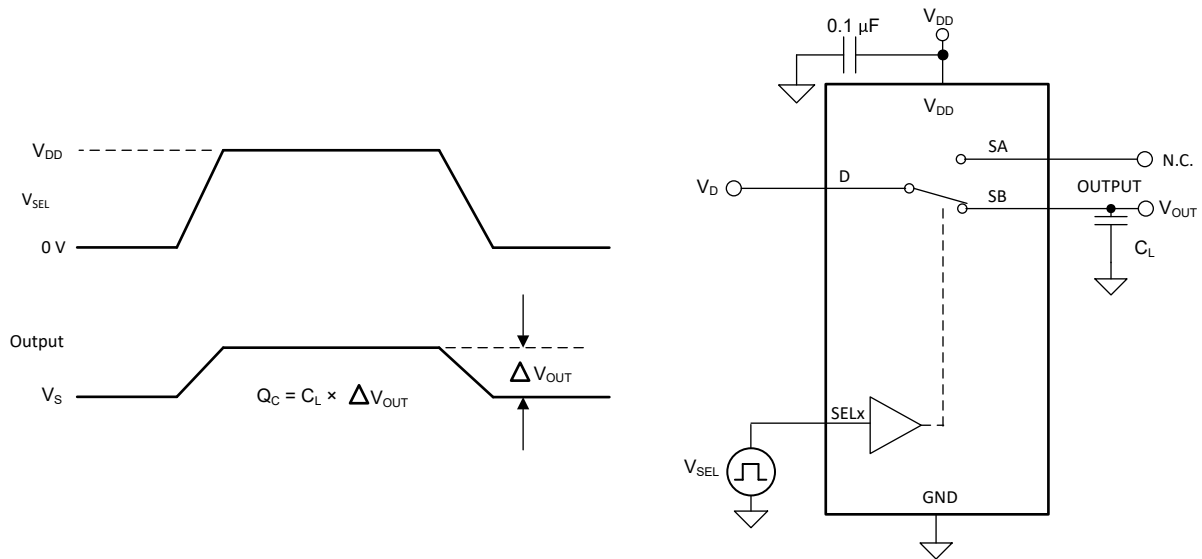

图 14-11. 电荷注入测量设置
电容的任何不匹配都会导致在栅极信号的下降沿或上升沿期间向漏极或源极注入电荷。注入器件源极或漏极的电荷量称为电荷注入，用符号 Q_C 表示。图 14-11 展示了用于测量从漏极 (D) 到源极 (S_x) 的电荷注入的设置。